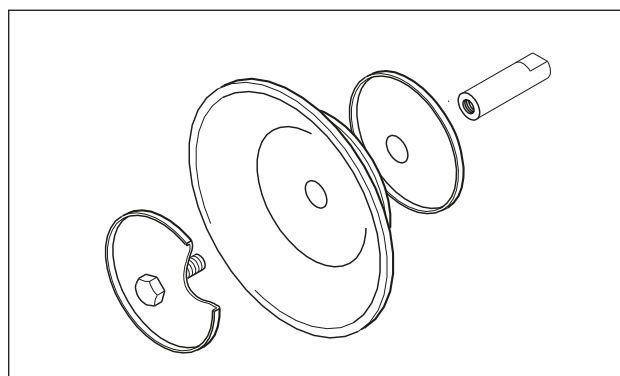

Рис. 14: Монтаж стандартной диафрагмы с внутренней и внешней тарелкой
- У насосов DL 40, 50 и 80 с диафрагмами ПТФЭ/PTFE имеется внутренняя тарелка диафрагмы с привинченными распорными шайбами и смещением хода. При последующем переоборудовании на диафрагмы ПТФЭ/PTFE необходимо использовать соответствующие тарелки (рис.14).